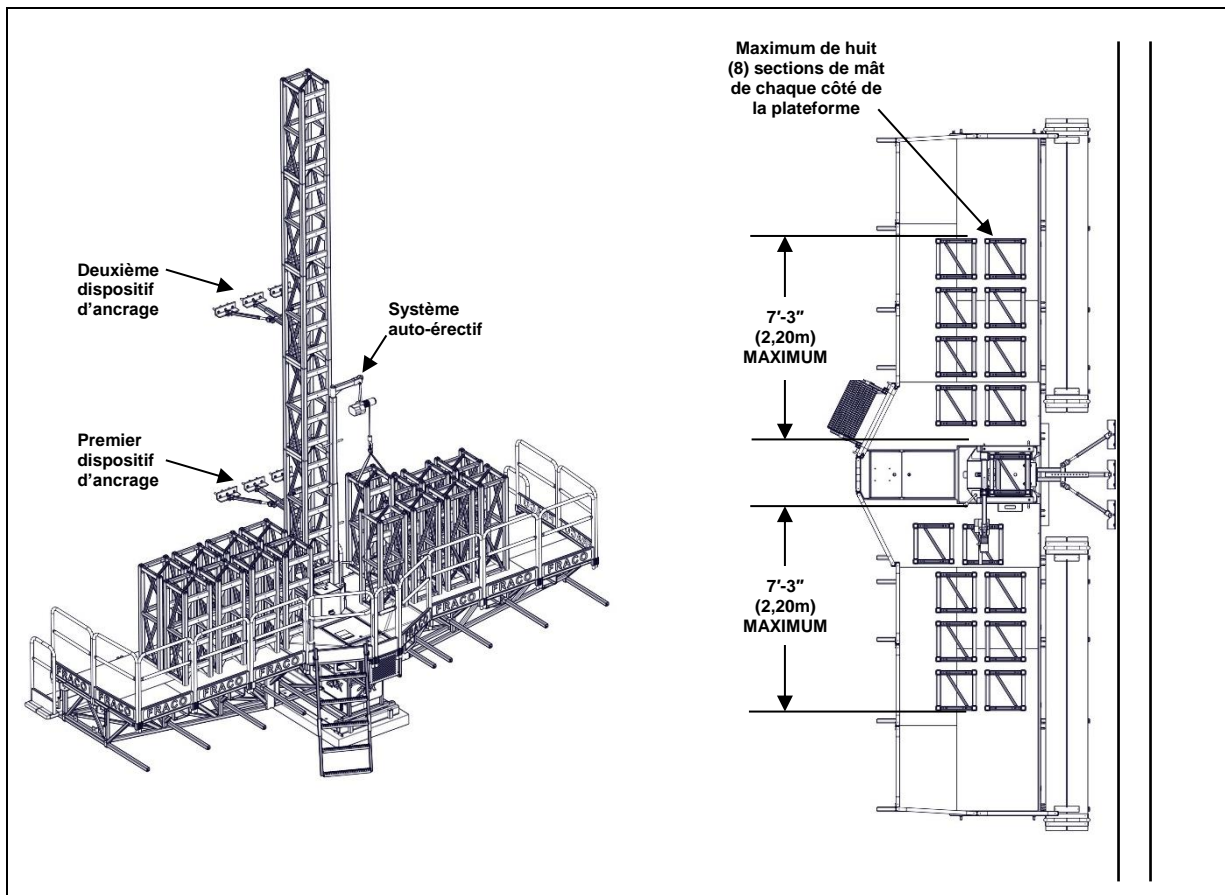

Figure 76 - Installation mâts et ancrages sur base au sol, auto-érectif (optionnel)
- Si vous utilisez un système auto-érectif (**optionnel – système auto-érectif**), passez directement à l'**étape 4**, voir Figure 76).
- Installez ensuite le système auto-érectif et chargez jusqu'à huit (8) sections de mât de chaque côté de la plateforme [seize (16) sections par plateformes]. Attention, il est important de charger la plateforme également des deux côtés tel qu'illustré à la (Figure 76).
- Chargez jusqu'à huit (8) sections de mât **MAXIMUM** de chaque côté de la plateforme. Attention, il est important de charger la plateforme également des deux côtés.
- Déboulonnez et retirez les sections de mâts à l'aide du système auto-érectif en suivant les mêmes directives qu'à l'installation (voir Figure 76). Chargez équitablement de chaque côté de la plateforme jusqu'à huit (8) sections de mât **MAXIMUM** à la fois, [seize (16) sections par plateformes] **MAXIMUM**.